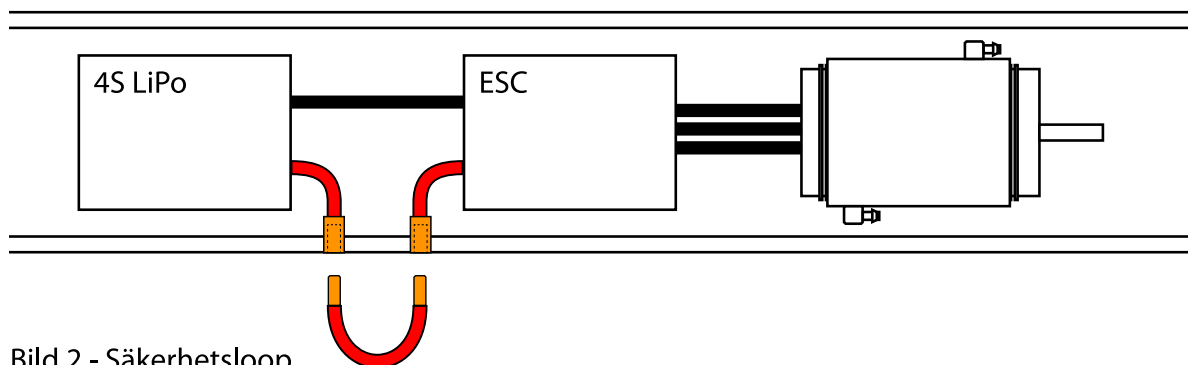

Bild 2 - Säkerhetsloop
- En extern säkerhetsloop som bryter spänningen på plussidan skall vara monterad. Kontaktstift med en diameter av minst 4 mm (6.5 mm rekommenderat) skall användas med hankontakter i båda ändar. Säkerhetsloopen får endast kopplas ihop strax innan körning. Se bild 2.